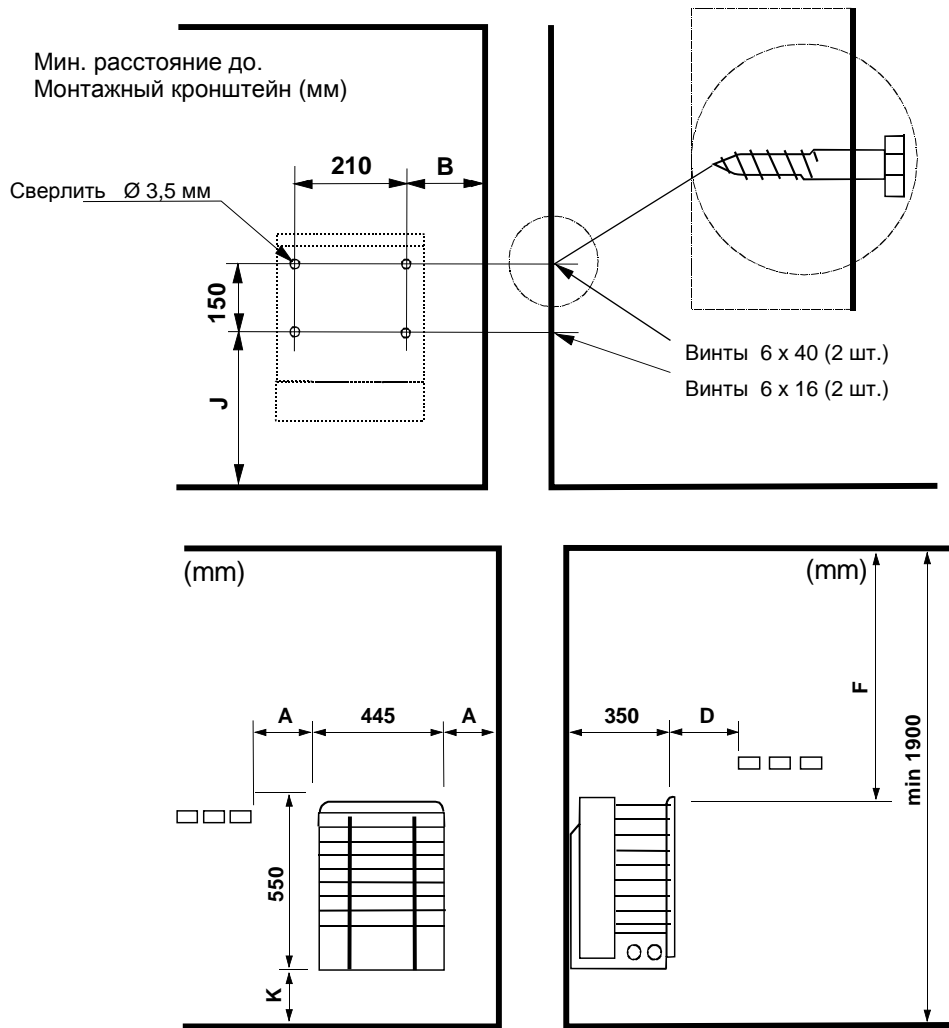

Рисунок 2. Безопасные расстояния
5. соблюдать установленные безопасные расстояния вокруг электрокаменки (см. рисунок 2 «Безопасные расстояния электрокаменки для сауны»). Помните, что вокруг электрокаменки должно быть достаточно пространства для проведения техобслуживания, входной двери и т.п.